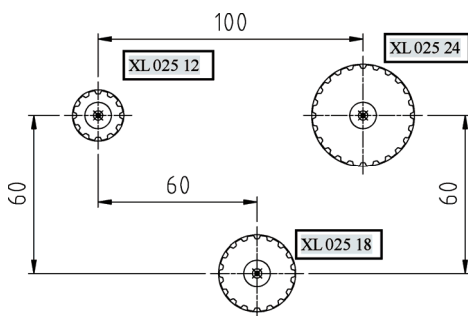

图 12-22 绘制皮带轮
2) 执行“绘制链轮/皮带轮”命令 (amsprocket)，如图 12-22 所示绘制 3 个“同步皮带轮”。(在“皮带轮-尺寸选择集”对话框中的“可见齿数”栏中输入全部齿数，皮带轮型号要统一)。